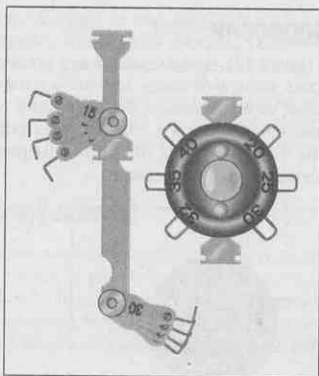

Рис. 2.14. Проволочные калибры
- ✓ **Проволочные и конусные калибры.** Эти инструменты используются при регулировке зазоров в свечах (рис. 2.14 и 2.15). Для регулировки зазоров проволочный или конусный щуп требуемого размера просовывается между электродами свечи, чтобы убедиться, что они находятся на нужном расстоянии. Эти действия гарантируют нужную искру.